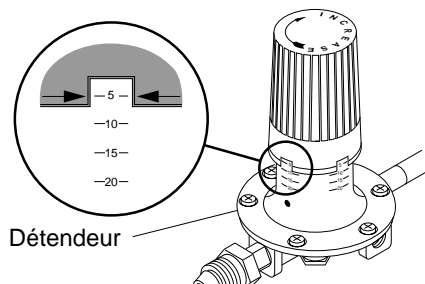

Figure 5 - Détendeur réglé sur 48 kPa (7 psig)
5. Régler le détendeur entre 48 et 138 kPa (7 et 20 psig) (voir la figure 5). *Remarque :* Plus le réglage de pression du détendeur est élevé, plus l'appareil produit de chaleur.